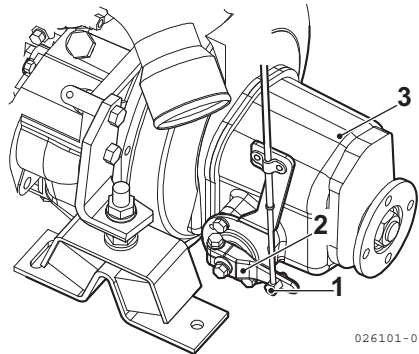
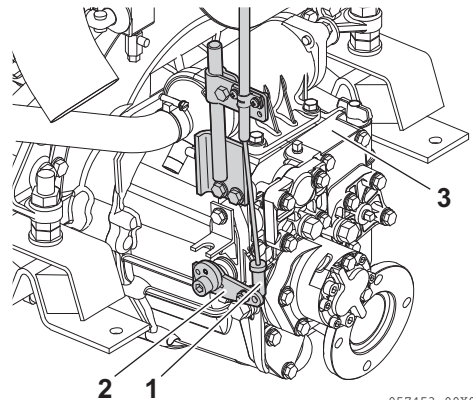

Figura 8
Figura 9
1. Asegúrese de que la palanca de control remoto (**Figura 8, (2)**) o (**Figura 9, (2)**) se mueve a la posición correcta cuando la palanca está en las posiciones PUNTO MUERTO, AVANTE y MARCHA ATRÁS. Utilice la posición PUNTO MUERTO como estándar para los ajustes.
2. Para ajustar, afloje y vuelva a apretar el conector de los cables (**Figura 8, (1)**) o (**Figura 9, (1)**).